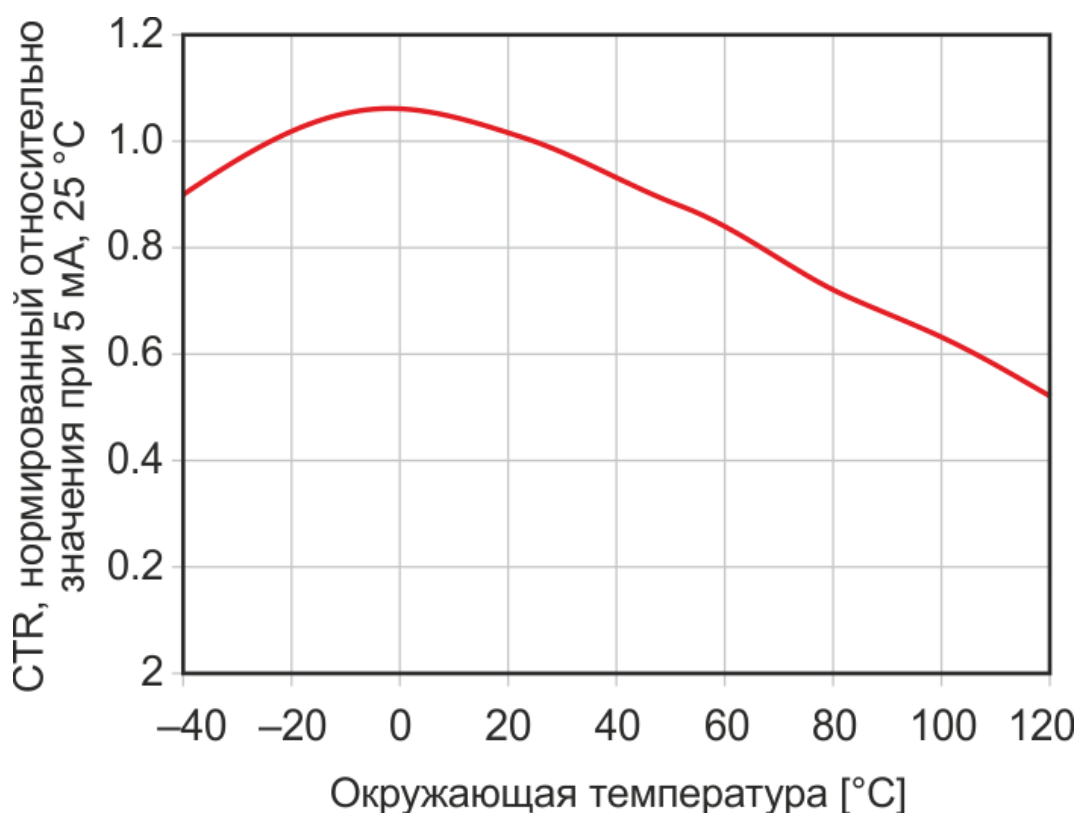
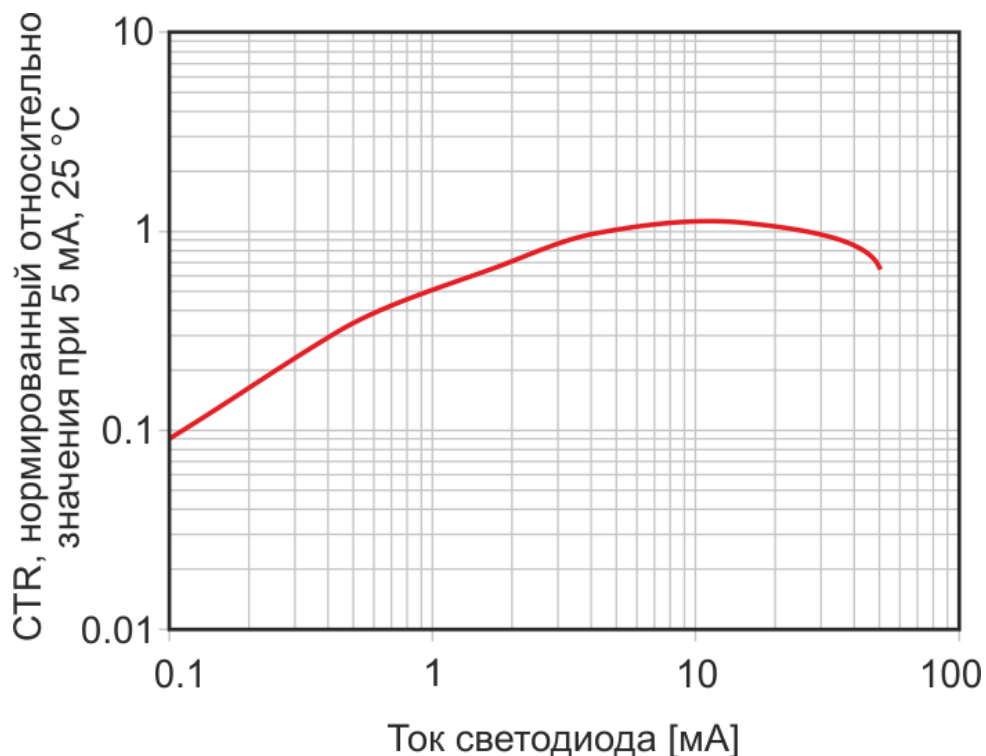

Рисунок 2. Зависимость CTR оптоизолятора от температуры.
Рисунок 3. Зависимость CTR оптоизолятора от тока светодиода.
Предположим, что ваш источник питания должен работать в диапазоне температур от $-40\text{ }^{\circ}\text{C}$ до $85\text{ }^{\circ}\text{C}$. На основании Рисунок 2 определяем, что для температуры $85\text{ }^{\circ}\text{C}$ минимальное значение CTR нужно умножить приблизительно на 0.7. Если вы выбрали оптрон 817 группы «А», минимальное значение CTR теперь будет равно всего 56%. Деление результата, полученного из формулы (1), на 0.56 показывает, что без учета зависимости CTR от тока, максимальный ток, который может потребоваться светодиоду, составляет, по крайней мере, 4.96 мА. Впрочем, как видно из Рисунок 3, пологий характер графика при 4.96 мА позволяет этой зависимостью пренебречь.